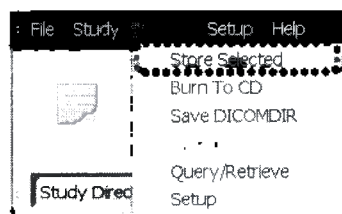

Рисунок 132
- откройте меню **Dicom** и примените команду **Сохранить выбранное**: (см. рисунок 132). Альтернативно данную функцию можно выбрать, используя иконку **Сохранить исследование** –